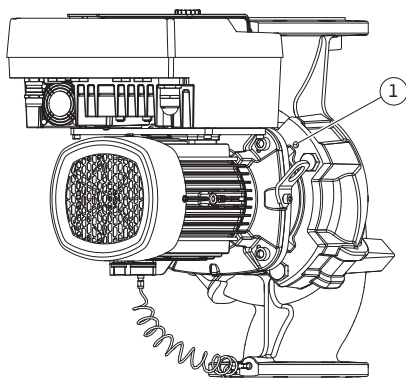

Fig. 11: Estrazione del set di innesto tramite i fori filettati (DN 100 ... DN 125)
5. Allentare il set di innesto (vedi Fig. 4) dal corpo pompa. Per fare questo, allentare tutte le viti (DN 32 ... DN 80: Fig. I, pos. 29; DN 100 ... DN 125: Fig. II, pos. 29). Estrarre il set di innesto dal corpo pompa. Per DN 80 ... DN 125 utilizzare a questo scopo i due fori filettati (Fig. 11, pos. 1). Per allentare la sede, avvitare le viti M10 di lunghezza adeguata nei fori filettati.
5. Estrarre il set di innesto (vedi Fig. 4) dal corpo pompa. A tal fine, utilizzare i due fori filettati (vedi Fig. 11). Per allentare la sede, avvitare le viti M10 di lunghezza adeguata nei fori filettati.
7. Allentare le due viti trattenute sulla lamiera di protezione (Fig. II, pos. 27) e rimuovere la lamiera di protezione.
8. Introdurre nella finestra della lanterna una chiave fissa con apertura da 27 mm e tenere fermo l'albero sulle superfici piane della chiave (Fig. II, pos. 16). Svitare il dado della girante (Fig. II, pos. 22). Estrarre la girante (Fig. II, pos. 21) dall'albero utilizzando un estrattore adatto.
9. Allentare la lamiera di sostegno del trasduttore di pressione differenziale (Fig. I, pos. 13) dalla flangia motore, allentando la vite (Fig. II, pos. 10). Lasciar appeso il trasduttore di pressione differenziale (Fig. I, pos. 8) con la lamiera di sostegno (Fig. I, pos. 13) ai tubi di misurazione della pressione (Fig. I, pos. 7). Staccare il cavo di collegamento del trasduttore di pressione differenziale nel modulo elettronico.
10. Allentare le viti (Fig. II, pos. 10 e pos. 10a).
11. Allentare la lanterna dal centraggio motore mediante un estrattore a due bracci (estrattore universale) e staccarla dall'albero. Durante questa operazione, si stacca anche la tenuta meccanica (Fig. I, pos. 25). Evitare di inclinare la lanterna.
12. Se la tenuta meccanica è stata danneggiata, spingere l'anello contrapposto (Fig. I, pos. 26) della tenuta meccanica fuori dalla sua sede nella lanterna. Introdurre nella lanterna il nuovo anello contrapposto.